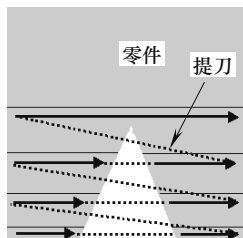

图 4-73 单向刀具路径
1) 单向:如图 4-73 所示,零件各部位按单方向顺序切削,单方向走完一条刀具路径,就会提刀一次走第二条刀具路径,会产生较多的提刀动作。